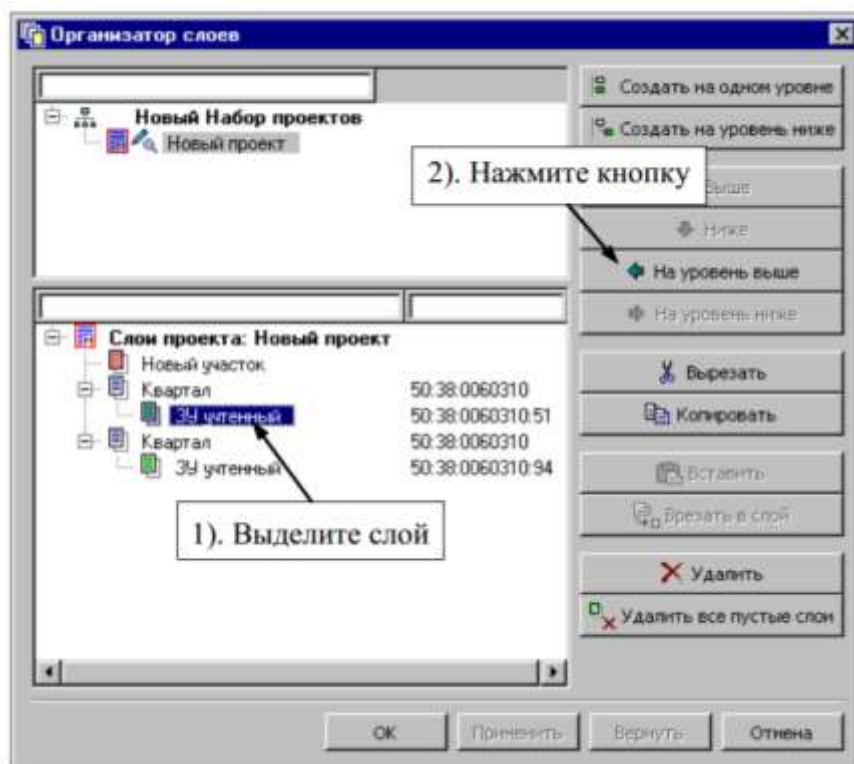

Рисунок 31– Организатор слоев
- В открывшемся диалоге **Организатор слоев** выделите сначала слой/объект **3У Ученный**, например с кадастровым номером (КН) 50:38:0060310:51 и активизируйте кнопку **На уровень выше** (рис. 31)